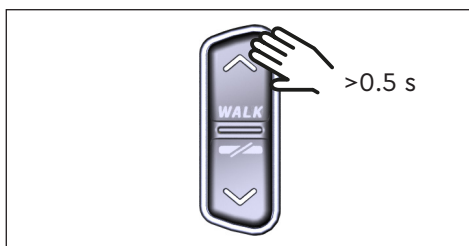

Fig. 9: Aktivera walk assist
- ▶ När elcykeln står stilla trycker du på UPP-knappen på fjärrkontrollen längre än 0,5 sekunder (se fig. 9) för att aktivera Walk Assist.